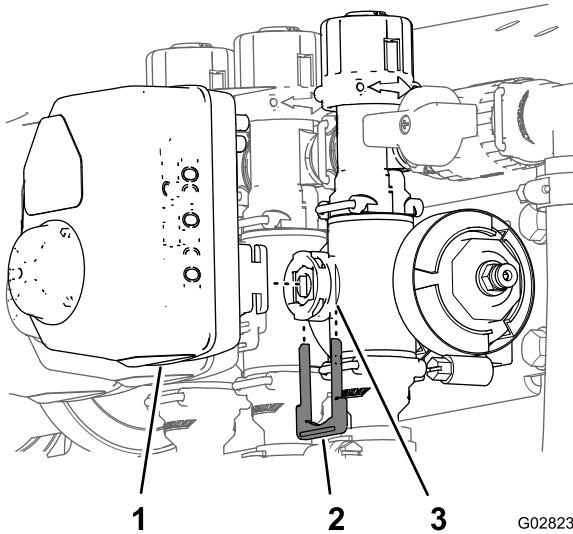

Рисунок 3
1. Снимите держатель, который крепит привод к коллекторному клапану секции или клапану перемешивания (Рисунок 3).